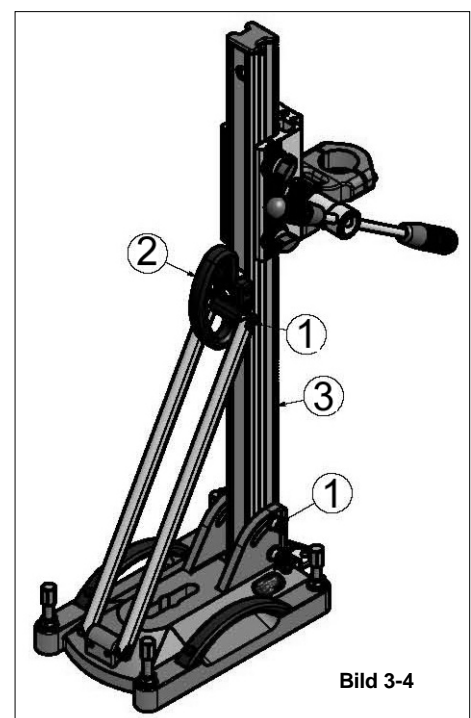

Bild 3-4
Der Kernbohrständer (ohne Motor) lässt sich leicht am Handgriff (2) transportieren. Der Motor mit Schnellspannplatte ist leicht demontierbar. (Sehr hilfreich bei Wandmontage). (Bild 3-4)